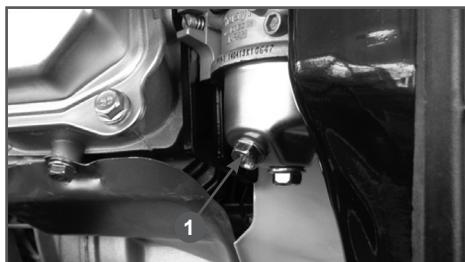

Рис. 21 Слив топлива из карбюратора
- Слейте топливо из топливного бака и карбюратора (Рис. 21).